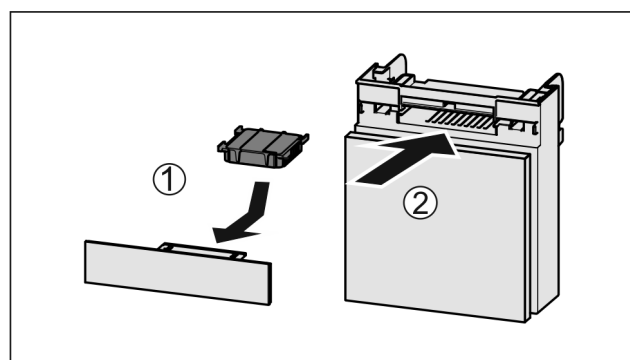

Fig. 246
- Filtr s aktivním uhlím vložte podle vyobrazení Fig. 246 (1).
- Zásuvku zasuňte Fig. 246 (2).